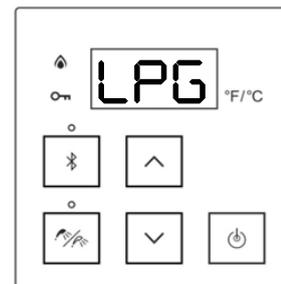

Figure 55
- 3(B). **Pour du gaz propane** : Appuyer sur la touche fléchée vers le haut ou vers le bas. Le contrôleur affiche « **LPG** » (gaz propane liquide) (figure 55).